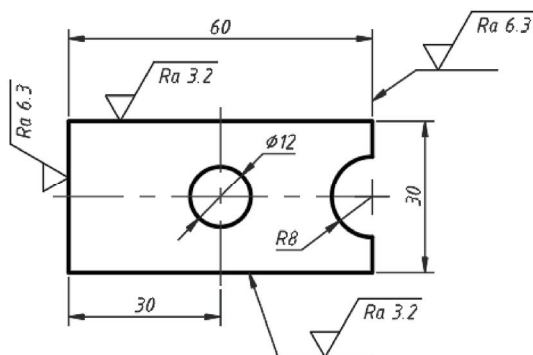

图 9-51 练习图形 2
(9) 在一个新建的图形文件中绘制图 9-51 所示的图形，按照本章介绍的方法在“工具选项卡”窗口中建立“表面结构要求”工具选项卡，其中包含相关的表面结构要求符号块，通过“表面结构要求”工具选项卡在图形中注写表面结构要求符号。注意图形中的两条引线均可用“LEADER”命令创建。本书配套的“表面结构要求符号库.dwg”文件已经建好相关